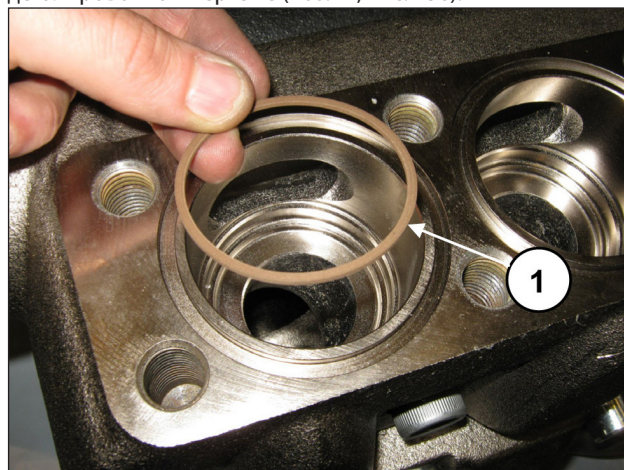

Рис. 156
Вставьте антиэкструзионное кольцо, поз. №23 на деталировочном чертеже (поз. ①, Рис. 156).